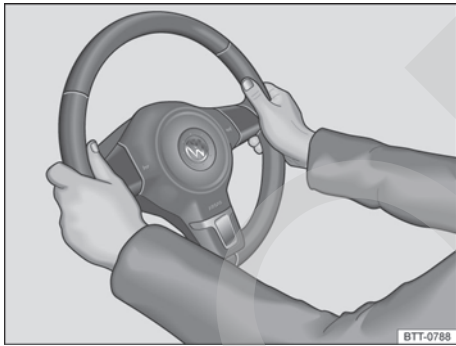

Fig. 64 En el volante: posición equivalente a las 9 y las 3 horas.
- Ajuste el volante de forma que pueda sujetarlo con las dos manos por los lados, por su parte exterior, en la posición equivalente a las 9 y las 3 horas con los brazos ligeramente flexionados → fig. 64.
- Con el fin de reducir el peligro de sufrir lesiones en caso de que se dispare el airbag frontal del conductor, durante la conducción sujete siempre el volante por los lados, por su parte exterior, con las manos en la posición equivalente a las 9 y las 3 horas → fig. 64.